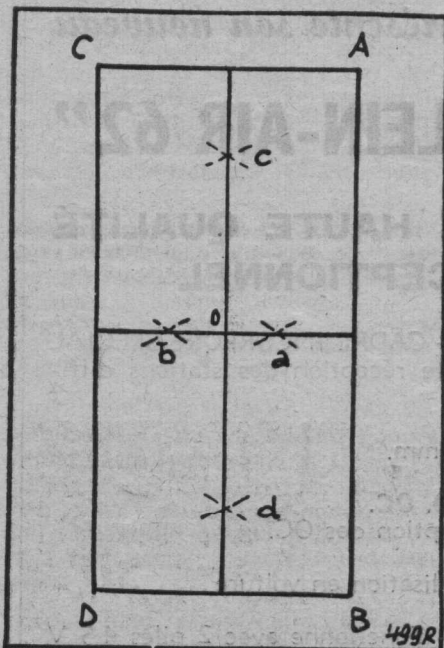

FIG. 1.
Prendre une mince plaque de fibre ou un morceau de carton assez épais de 20 cm x 15 cm, qui servira de support à l'enroulement de notre fil. Procurons-nous un compas muni d'une pointe sèche d'un côté et d'un crayon de l'autre. Nous plaçons la pointe sèche à l'angle (A) de notre rectangle (figure 1) et, avec une ouverture de compas légèrement plus grande que la moitié de notre côté (AB), nous traçons un petit arc de cercle; avec la même ouverture, en plaçant la pointe sèche en (B), nous traçons un autre petit arc de cercle qui coupera le premier au point (a). En procédant de la même manière en (C) et (D), nous obtiendrons le point (b). Avec une ouverture de compas approximativement égale aux 3/4 de (AC) et en plaçant successivement la pointe sèche en (a) et (b), nous obtiendrons facilement les points (c) et (d) en procédant comme précédemment. En traçant deux droites passant respectivement par les points (a) et (b) d'une part, et (c) et (d) d'autre part, nous aurons ainsi déterminé le centre (O) à partir duquel nous tracerons un petit cercle de 9,5 mm de diamètre.